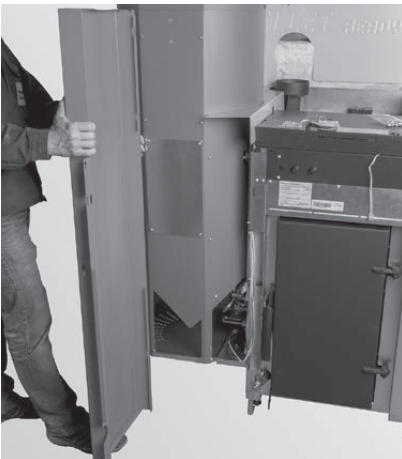
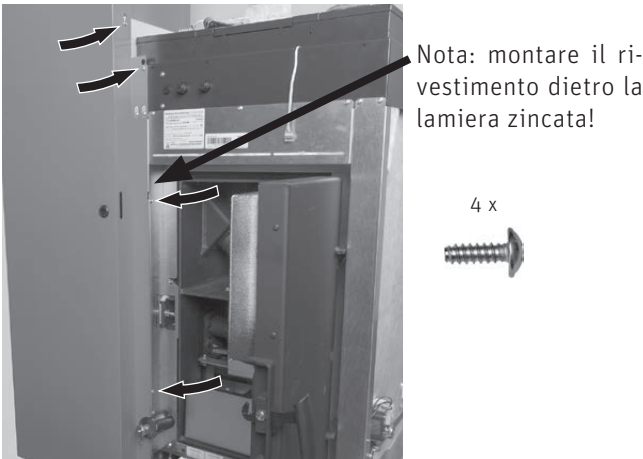

Fig. 126 Agganciare il rivestimento nelle chiusure a baionetta
Fig. 127 Avvitare il rivestimento
- Agganciare il rivestimento nelle chiusure a baionetta e avvitarlo con 4 viti per lamiera – Fig. 126, Fig. 127.